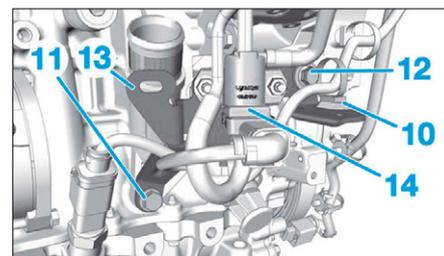
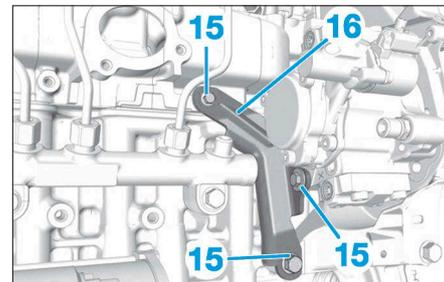

FIG. 41
FIG. 42
- Dégraffer et écarter le faisceau électrique (10) (Fig.41),
- Déposer les vis (11) et (12).
- Écarter le support (13) de l'électrovanne EGR (14).
- les vis (15) (Fig.42),
- le support (16),